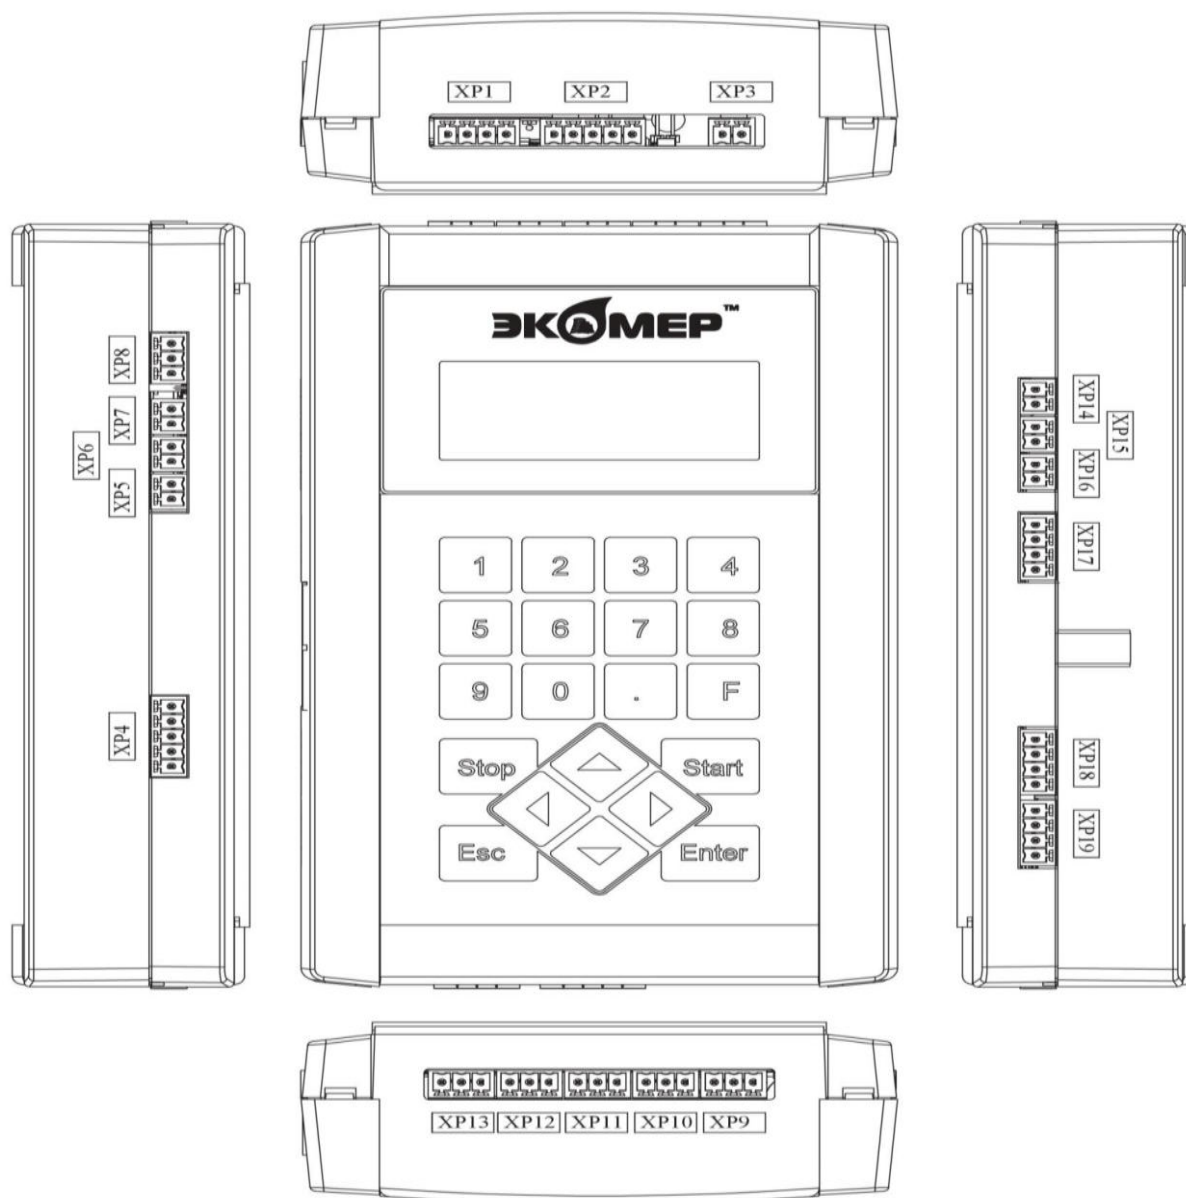

Рис. 4 – Расположение разъёмов контроллера ИКТС-11
На лицевой панели контроллера (1) блока измерительного расположен четырехстрочный ЖК индикатор и клавиатура. Расположение разъёмов контроллера показано на *Рис. 4*.